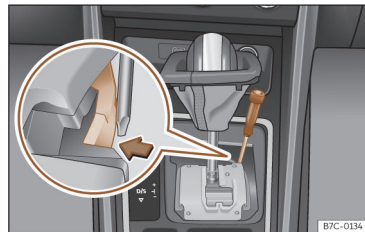

Fig. 95 Alavanca seletora: desbloqueio de emergência na posição de estacionamento.
- Com a ajuda da parte plana de uma chave de fendas, pressione lateralmente a patilha amarela e mantenha-a pressionada >>> **Fig. 95.**